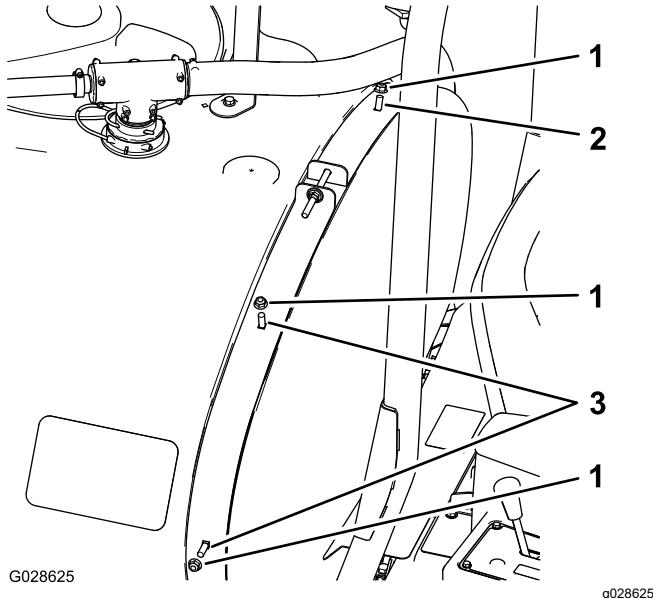

**Bild 5**
2. Entfernen Sie die Schraube (3/8 x 5 Zoll), die Scheiben und die Sicherungsbundmutter, mit denen die vorderen Tankriemen oben am Tank befestigt sind, und bewahren Sie sie auf (Bild 5).